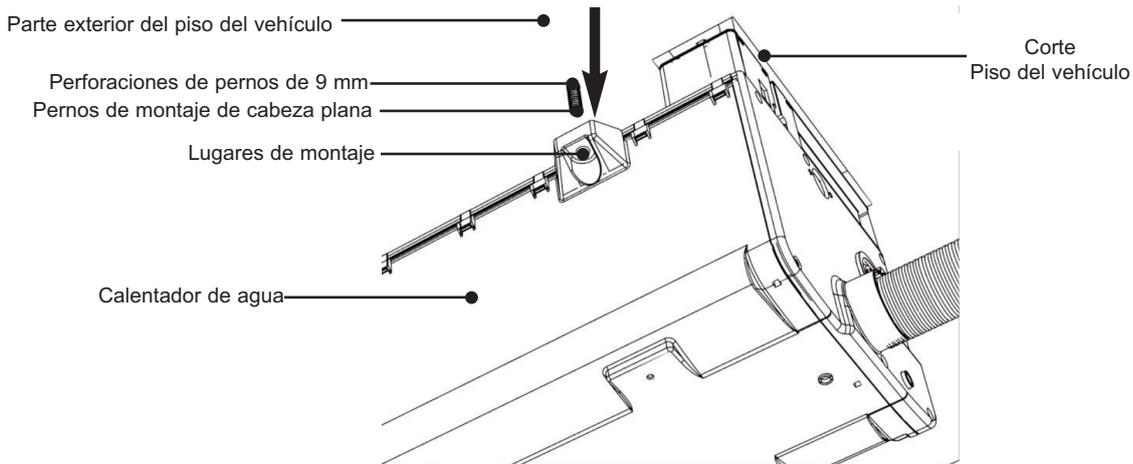

Fig. 11 Fijar calentador de agua
- ii. Colocar el calentador de agua por debajo del piso del vehículo. Los pernos de fijación **deben atravesar** el pie de montaje (como se muestra en la Fig. 11)